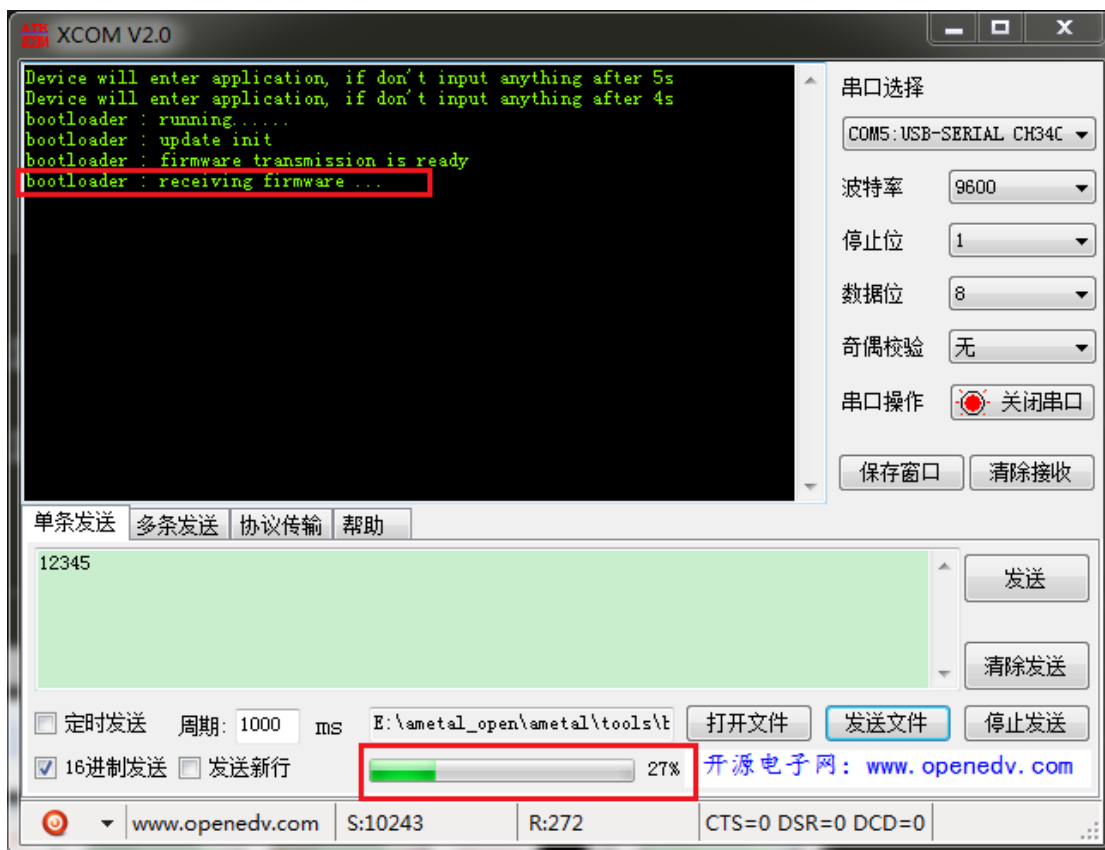

图 23: 固件传输
5、传送过程，下方有进度条提示，同时有打印，如 图 23 所示。